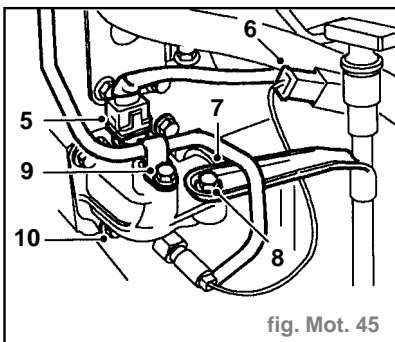

fig. Mot. 45
- Débrancher la fiche multibroches (5) de la sonde ECT (fig. Mot. 45).